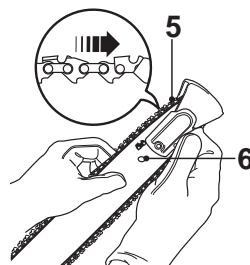

Fig.2
- > Étalez la chaîne [5], en faisant attention à bien orienter les lames dans le sens de rotation, puis glissez la chaîne dans la rainure autour du guide-chaîne [6] (Fig.2).